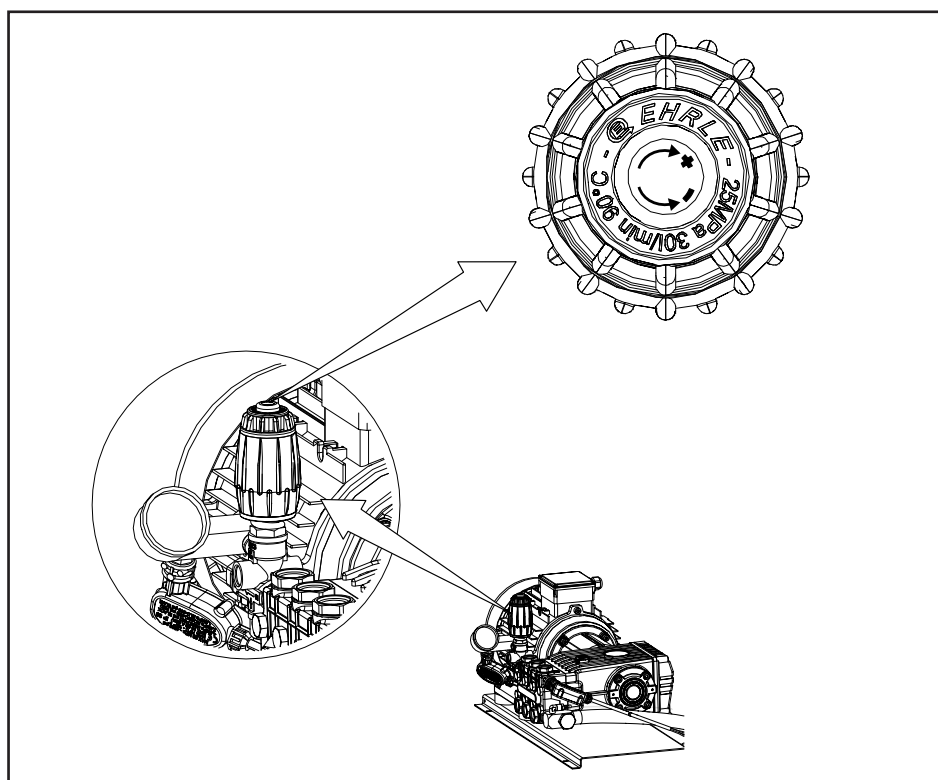

Abb. 6 - 4 Einstellung des Arbeitsdruckes am Druckregelventil
Nach Aktivierung der Schaltpistole übt der austretende Wasserstrahl eine ruckartige Rückstoßkraft aus (siehe auch Abb. 6 - 5).
- Im Schrankinneren das Druckregelventil (2, Abb. 6 - 3) auf gewünschten Arbeitsdruck einstellen. Der Arbeitsdruck kann während geöffneter Schaltpistole am Manometer (3, Abb. 6 - 3) abgelesen werden. Das Druckregelventil im Uhrzeigersinn drehen bewirkt das Erhöhen des Arbeitsdrucks und eine größere Fördermenge (siehe auch Abb. 6 - 4). Drehen gegen Uhrzeigersinn bewirkt niederen Arbeitsdruck und kleinere Fördermenge.